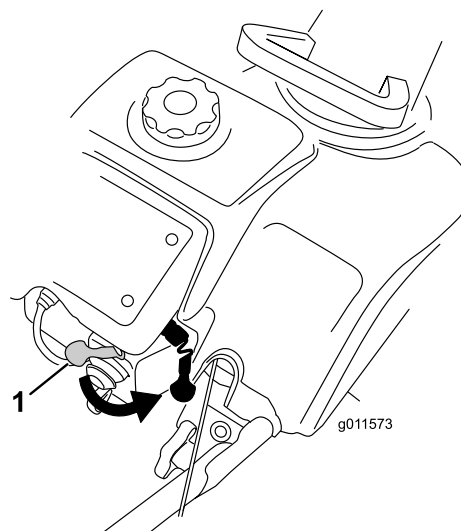

Figure 16
2. Déplacez la manette de starter complètement vers la droite (Figure 16).
Pour arrêter le moteur, tirez sur la clé de contact jusqu'à ce qu'elle s'enclenche en position arrêt (Figure 22) ou déplacez la manette de starter complètement vers la droite (Figure 16).